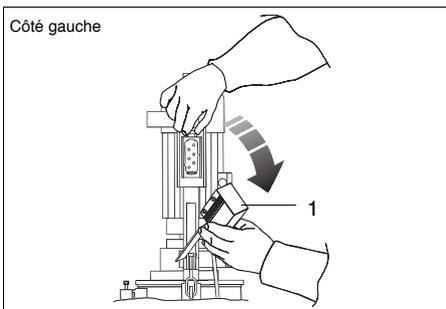

FIG.6 (Prise d'alimentation électrique seulement mod. Plus 2001)
- 1) Débrancher la prise d'alimentation électrique du motoréducteur (FIG. 6 - Réf. 1) seulement sur mod. Plus 2001;